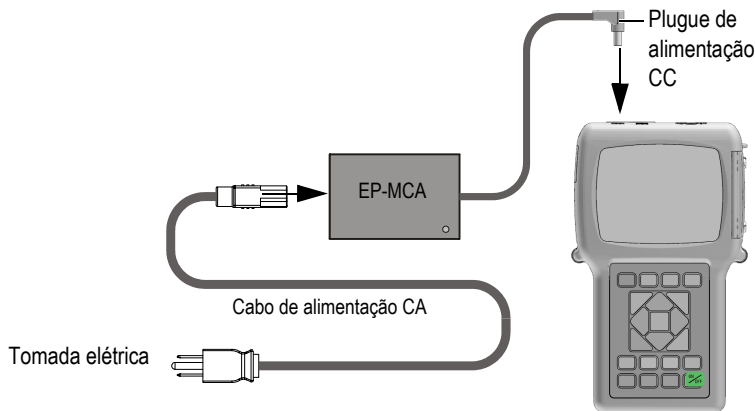

Figura 2-2 Conectar o carregador/adaptador
1. Conecte o cabo de alimentação CA no carregador/adaptador (P/N: EP-MCA [U8767042]) e, em seguida, em uma tomada apropriada (veja Figura 2-2 na página 40).